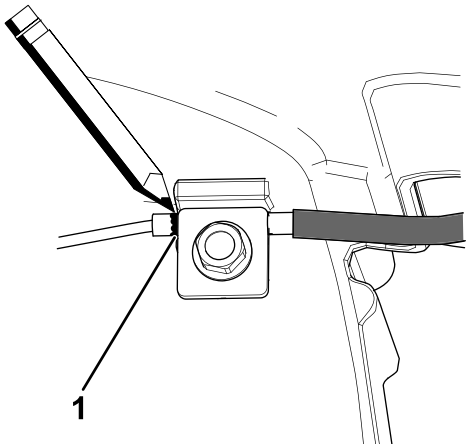
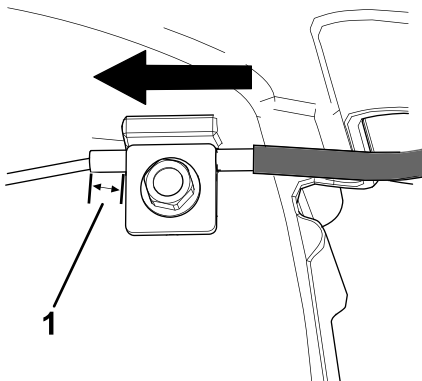

Bild 35
Bild 36
7. Markieren Sie den Bremszug (**Bild 35**) und stellen Sie dann den Mantel ein, bis das Spiel ca. 8 mm ist (**Bild 36**).